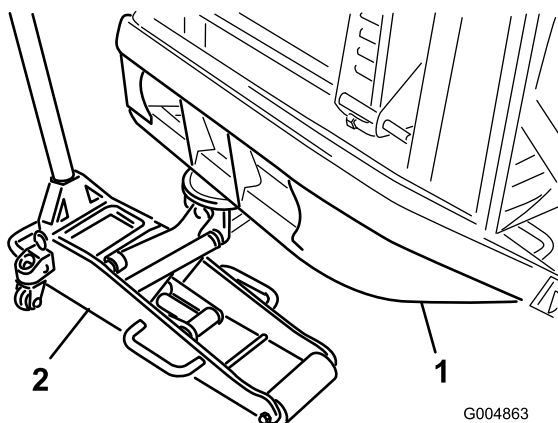

Figure 5
2. Placez une chandelle sous chaque moteur de roue et un cric d'atelier sous le pare-chocs arrière (Figure 5), ou utilisez un palan.